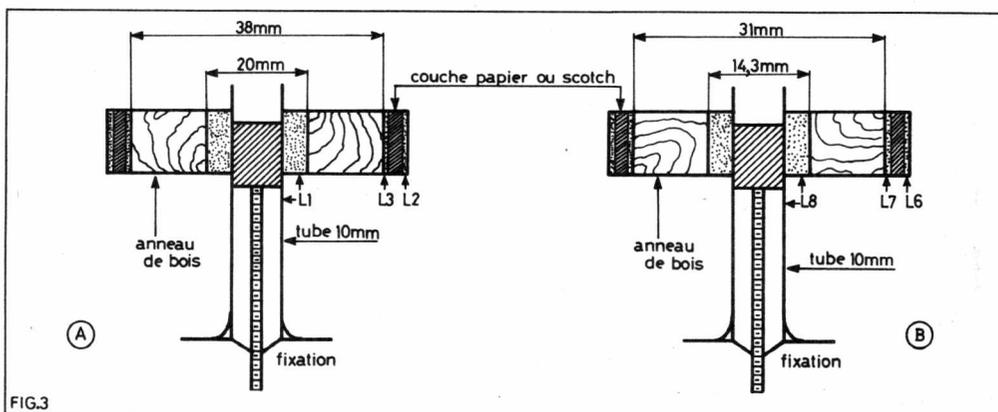

FIG.3
On donne à la figure 3 A la constitution de l'oscillateur L1-L2-L3. Au milieu se trouve le noyau de ferrite, pouvant se visser dans un tube de 10 mm environ de diamètre. La bobine L1 est disposée sur ce tube et atteint un diamètre extérieur de 20 mm environ. Un anneau de bois de même diamètre intérieur et de 38 mm de diamètre extérieur entoure L1.
La figure 3 (B) donne le détail de la disposition des éléments. Les dimensions sont : diamètre du tube à noyau : 20 mm environ. Diamètre intérieur de l'anneau de bois : 14,3 mm ; diamètre extérieur de l'anneau : 31 mm.